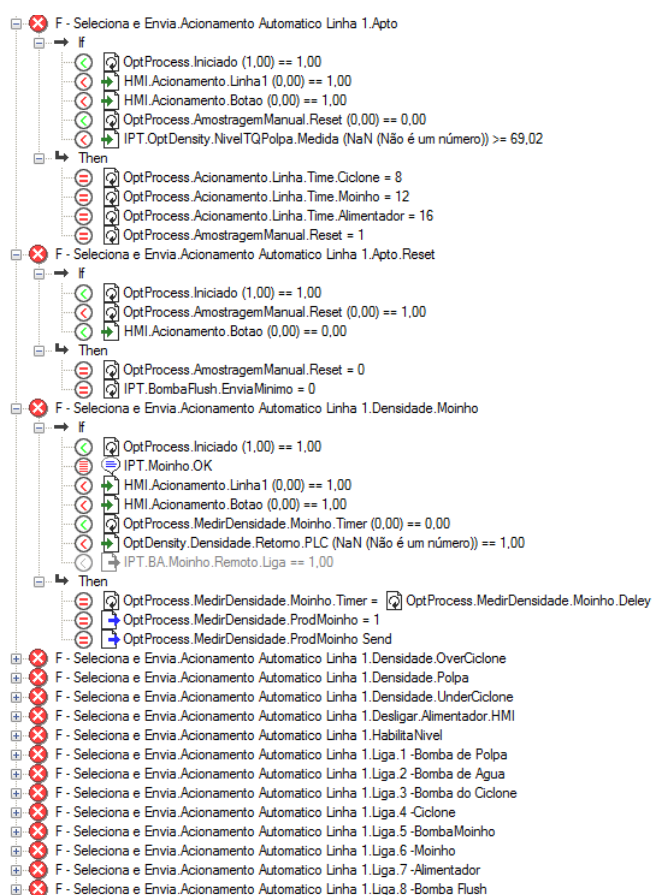

Figura 43 - Estratégia – Acionamento Automático (Linha 1).
**Acionamento Automático – Linha 1:** A Linha 1 de operação, ou seja, o acionamento em grupo do circuito com a classificação por ciclonação pode ser realizado a partir das estratégias demonstradas an figura 43. A estratégia conta com a verificação “Apto”, atribuindo um tempo de acionamento para cada equipamento. Dentro da estratégia ainda existe uma medição de densidade que será realizada conforma o funcionamento da Planta.